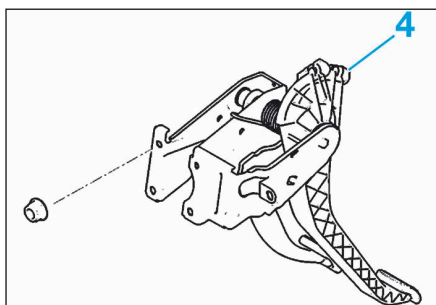

FIG.8
- Extraire le câble du logement (4), en levant la pédale et en mettant le câble perpendiculaire à la pédale (Fig.8).